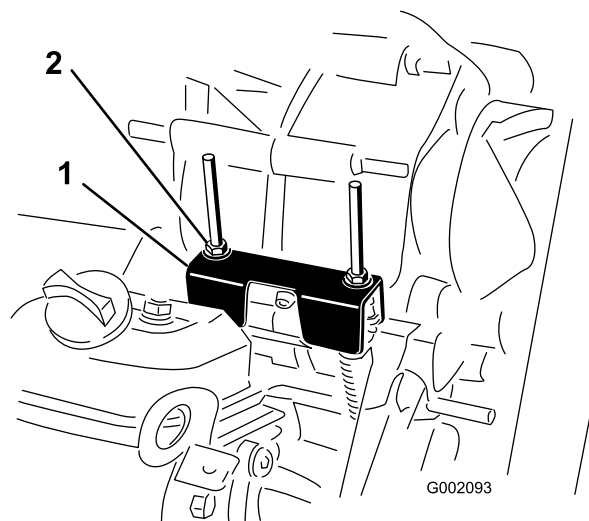

Figura 49
Sempre que for necessário efetuar operações de manutenção programada e/ou diagnósticos do motor, deverá colocar o conjunto eixo-transmissão na posição neutra (Figura 49). A alavanca de mudanças do veículo possui uma posição de ponto-morto que controla a posição neutra do conjunto eixo-transmissão. Deverá executar as seguintes operações para se certificar de que a alavanca de mudanças controla a posição neutra do conjunto eixo-transmissão de forma correta:
2. Certifique-se de que o suporte de ponto morto está na posição de ponto morto (nível do suporte do cabo ao capot situado por baixo do suporte das mudanças), rodando a embraiagem (Figura 49).
3. Aperte uma das porcas de bloqueio (Figura 49) para atingir uma folga de 0,76–1,52 mm.